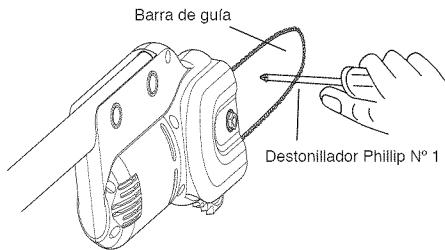
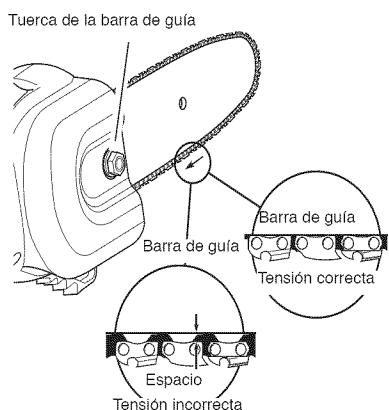

Figura 5 - Regulación de la tensión de la cadena
Figura 6 - Ajuste de la cadena serrada
2. Inserte un destornillador cabeza Phillip N° 1 o más pequeño en el orificio medio de la barra guía (vea la Figura 5). Para tensar la cadena, empuje la barra guía fuera de la carcasa del motor de la Sierra de Pétiga usando un destornillador. **Nota:** No debería haber separación entre los eslabones laterales de la cadena y la parte inferior de la barra guía (vea la Figura 6).